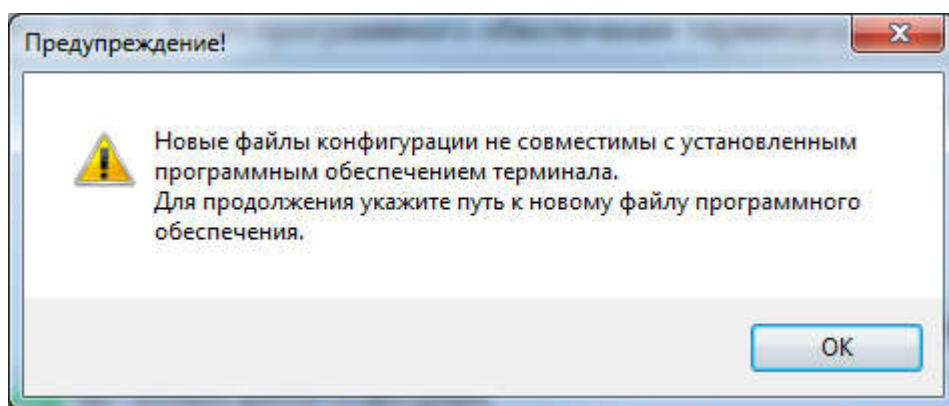

Рисунок 10 – Сообщение об ошибке
4.4 Программа проверяет загружаемый файл конфигурации, и, если текущая версия ПО терминала не соответствует версии записываемой конфигурации, то на экране появится сообщение об ошибке (см. рисунок 10).